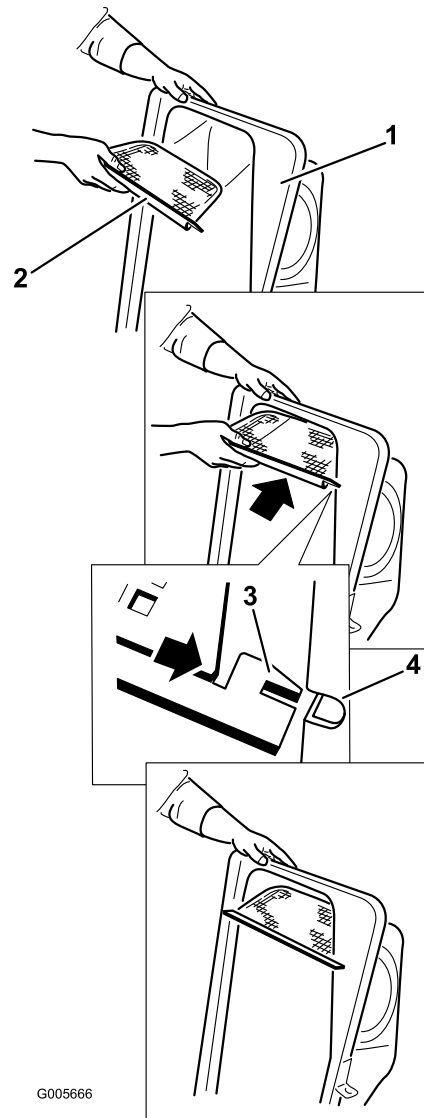

Figure 26
2. Montez le filtre comme montré à la Figure 26 de sorte à l'incliner dans la direction des bacs de ramassage.